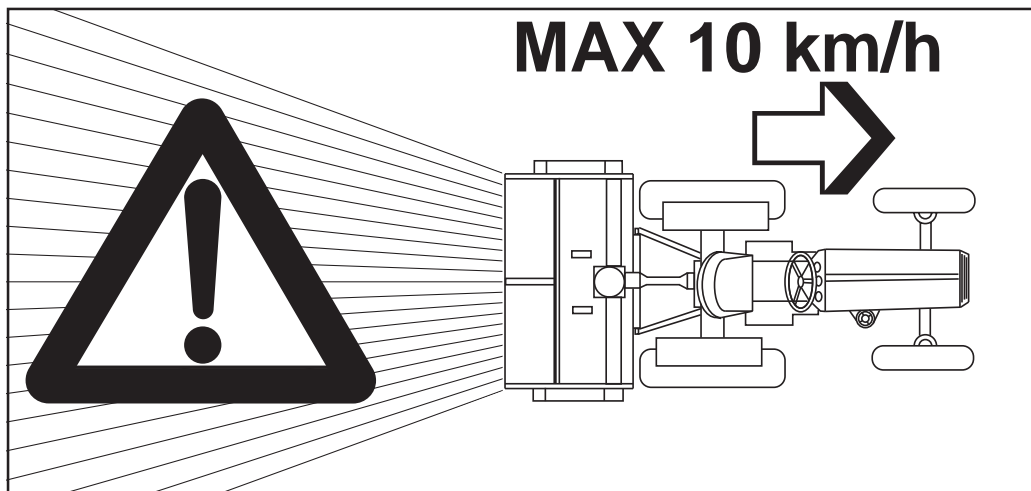

Fig. 26
La velocità del trattore con la macchina in lavoro non deve superare i 10 Km/ora al fine di evitare rotture o danneggiamenti (Fig. 26).
*The speed of the tractor with the machine working must not exceed 10 Km/hr in order to avoid breakage or damages (Fig. 26).*
Die Geschwindigkeit des Traktors mit montierter Maschine darf 10km/h unter keinen Umständen überschreiten, um eventuelle Schäden zu vermeiden (Abb.26).
*La vitesse du tracteur avec la machine en fonctionnement ne doit pas dépasser 10 km/heure afin d'éviter des ruptures ou des dommages à la machine (Fig. 26).*
La velocidad del tractor con la máquina trabajando no debe superar los 10 km/h para evitar roturas o daños (Fig. 26).